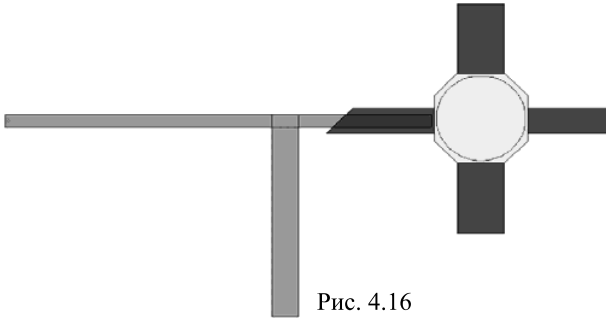

Рис. 4.16
3. Выберите в меню **Edit>Snap Together** (Редактировать>Связать вместе) или щёлкните по значку **Snap Together** , чтобы связать вместе все элементы топологии и тем самым упорядочить топологию. Созданная топология показана на рис. 4.16.